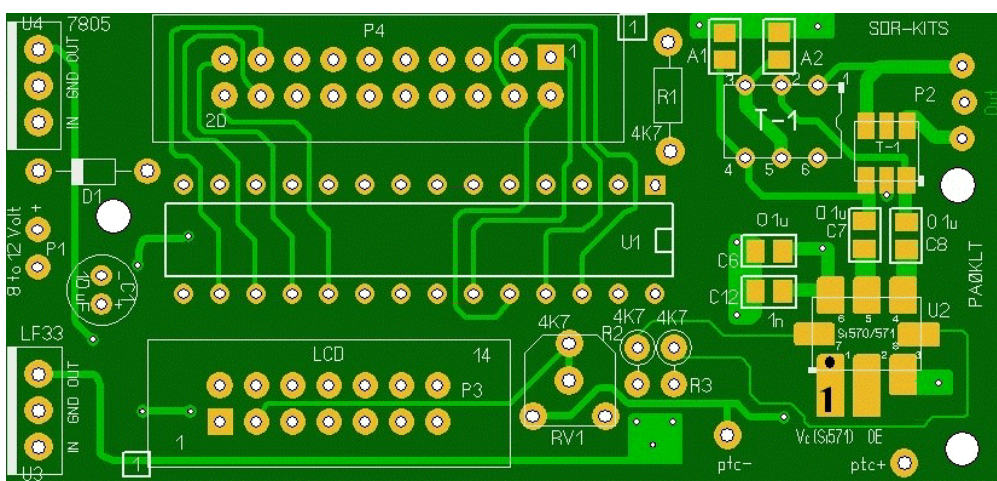

Fig 2 : Implantation des composants sur la face supérieure. Notez la position du point 1 de P3 et P4
* Commencez avec les condensateurs céramique 0805 de 1µF C2,C3, C4 et C5 (bande bleue) comme indiqué sur la figure 2. (il n'y a pas d'indication de polarité étant donné que les condensateurs ne sont pas polarisés).
- * Connecteur LCD J1 : A ce stade, nous allons relier l'afficheur LCD. Avant de couper la nappe, prenez en compte la longueur nécessaire en fonction du boîtier que vous utilisez. Coupez à la longueur nécessaire pour relier le circuit imprimé à l'écran LCD. Séparez les 2 fils du côté opposé au fil marqué en rouge, pour réduire la nappe à 14 conducteurs. Insérez le câble perpendiculairement dans le connecteur IDC, de façon à ce que le fil marqué en rouge soit relié à la pin 1 de P3 (Voir Fig 2). Serrez dans un petit étou., jusqu'à ce que le câble soit solidement enfoncé dans le connecteur.
Note : l'orientation correcte de J2 est visible en Fig. 2. Les broches 17 à 20 sont réservées pour une utilisation future. Le tableau ci-dessous indique les principales connexions nécessaires aux 4 boutons-poussoirs (<> ESC et MEM) et l'encodeur rotatif de réglage de la fréquence.
Le fil venant de la broche 7 (encodeur switch A) est soudé à la broche droite de l'encodeur, et le fil venant de la broche 8 (encodeur switch B) à la broche du milieu. Reportez-vous à l'annexe 1, Fig 2.
- * Reportez-vous à la Fig 2 et déposez un peu de soudure sur les pastilles correspondant aux pattes 1 et 4 du Si
570. Repérez la patte 1 du Si 570 repérée par un point sur le boîtier et alignez-la avec la pastille 1 du circuit imprimé visible sur la Fig 2 ci-dessous. Placez le Si 570 sur les pastilles et soudez la patte 1. Vérifiez l'alignement. Soudez ensuite les pattes restantes. Assurez-vous qu'il y ait un petit pont de soudure qui relie chaque patte du Si 570 à la pastille du circuit imprimé. Vérifiez toutes les connexions, particulièrement celles entre les pattes 7 et 8 et le circuit imprimé (cause fréquente de l'absence de dialogue entre l'AVR et le Si 570).